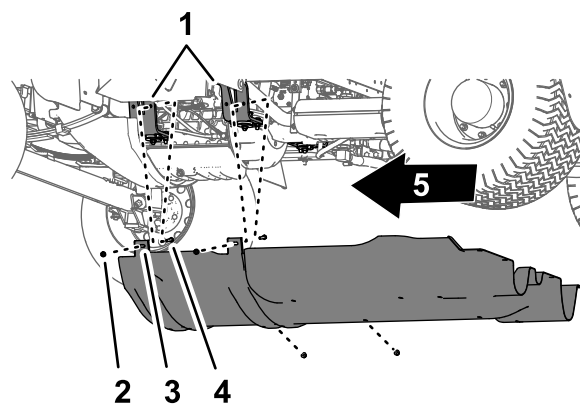

Рисунок 60
- Удалите 4 фланцевые контргайки (5/16 дюйма) с болтов и каретный болт, которые крепят монтажные выступы кожуха ходовой части к кронштейнам крепления двигателя на машине (Рисунок 60).
- Снимите кожух ходовой части с машины (Рисунок 59 и Рисунок 60).
- Выровняйте кожух ходовой части относительно нижнего шасси машины; см. Рисунок 60 в разделе Демонтаж кожуха ходовой части (страница 59).
- Наденьте монтажные выступы кожуха ходовой части на болты и каретный болт в месте расположения монтажных кронштейнов двигателя на машине; см. Рисунок 60 в разделе Демонтаж кожуха ходовой части (страница 59).
- Установите кожух ходовой части на монтажные кронштейны двигателя и болты (Рисунок 60) с помощью 4 фланцевых контргаек (5/16 дюйма), снятых при выполнении пункта 2 раздела Демонтаж кожуха ходовой части (страница 59).